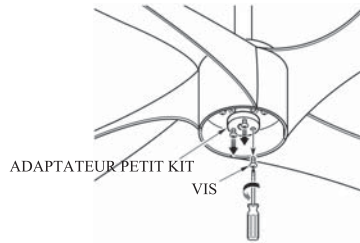

FIG.15
1. Retirez une des 3 vis de l'adaptateur du kit d'éclairage et desserrez les 2 autres vis. (Voir Fig. 15)